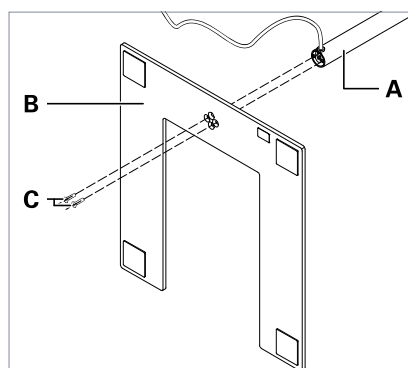

Fig. 2: Rundes Standrohr montieren.
- Rundes Standrohr, siehe Fig. 2
- ▶ Wenn Sie ein **rundes Standrohr** montieren: Montieren Sie das Standrohr **A** mit den mitgelieferten Schrauben **C** so am Leuchtenfuß **B**, dass die Anschlussleitung nach hinten zeigt, siehe Fig. 2.